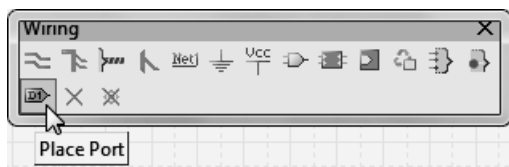
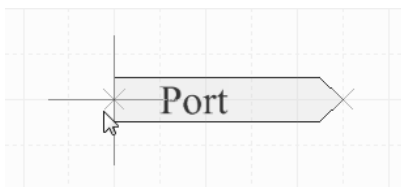
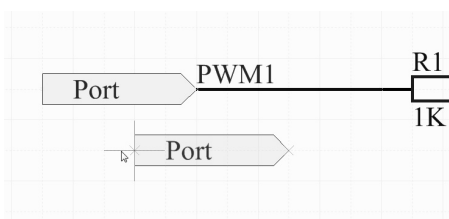

图 5-1-7 Place Port 快捷按钮
图 5-1-8 十字形指针附着端口 Port
图 5-1-10 一个端口放置完毕，鼠标指针处于继续放置端口状态
(1) 端口放置。
① 打开电路原理图“Motor_drive.SchDoc”。
② 执行菜单命令 Place → Port 或单击如图 5-1-7 所示的快捷按钮，此时鼠标指针变为十字形，在十字形指针右侧中央位置附着 Port 端口，如图 5-1-8 所示。
④ 单击确定端口左侧的端点，此时十字形鼠标指针移至端口的右侧，再次单击确定端口右侧的端点。至此，一个端口已经放置完毕，鼠标指针变为图 5-1-8 所示，可以继续放置端口，如图 5-1-10 所示。